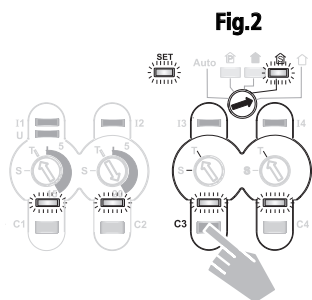

Fig.2
3. Trykk på den manuelle knappen for kanalene som skal endres, til kontroll-LED-en begynner å lyse (se fig 2 kanal C3).